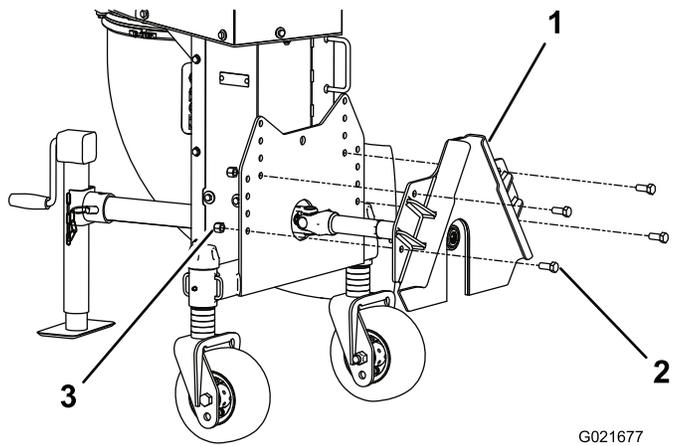

図 11
2. 取り付けプレートをブロアのフレームに固定するボルト½ x 1¼" 4本とロックナット½" 4個を使用する 図 11。